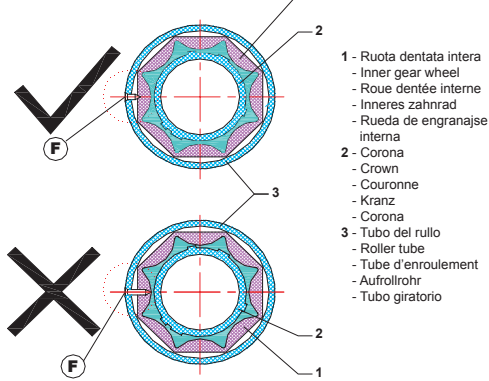

Fig.8
g. La barre raccordant le tube et le tablier de la porte ne devrait pas être trop longue sous peine de compromettre la résistance du produit à l'extraction (**Fig.8**).